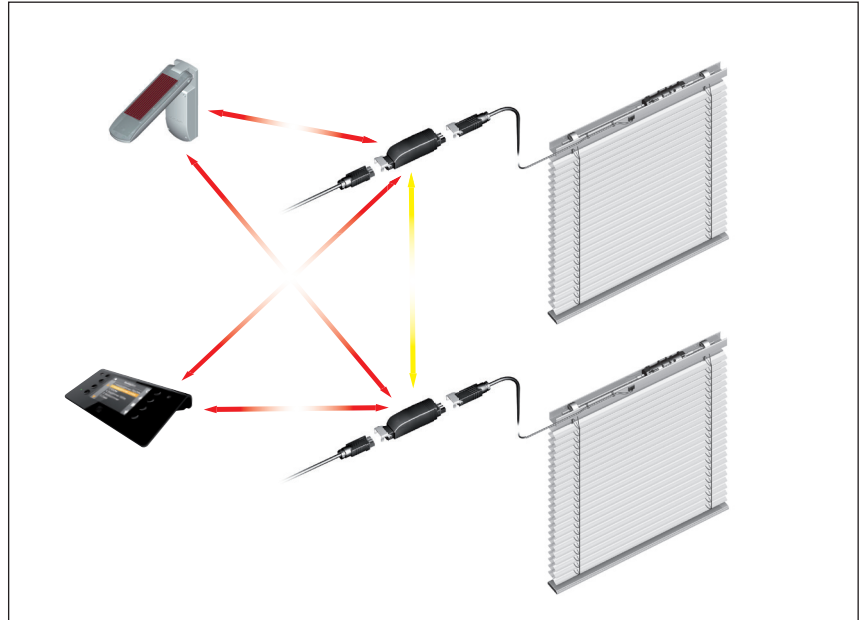

Abb. 5 Kommunikation zwischen den WMS Produkten
**Beispiel** Wenn der untere Zwischenstecker in Abb. 5 nicht direkt von der Wetterstation erreicht werden kann, gibt der obere Zwischenstecker die Informationen an diesen weiter (andersfarbiger Pfeil).